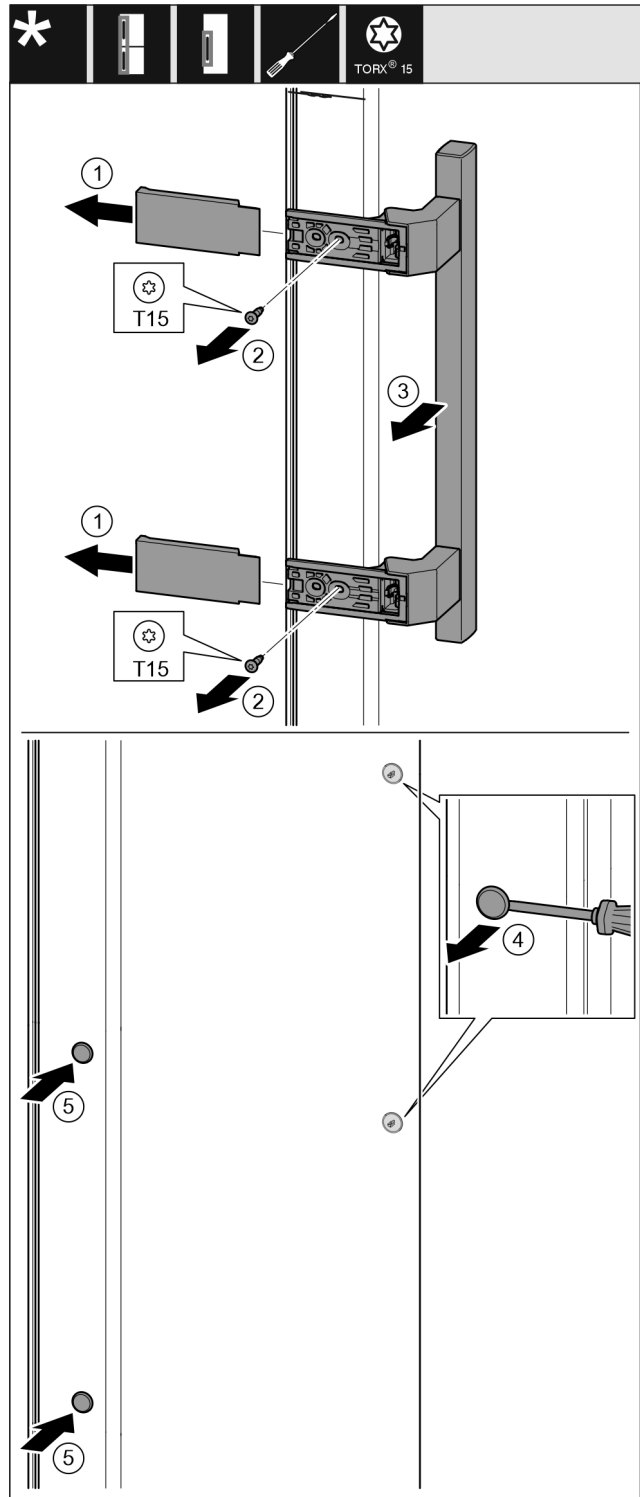

Fig. 14
- Trek de afdekking eraf. Fig. 14 (1)
- Draai de schroeven los met een Torx 15-schroevendraaier. Fig. 14 (2)
- Verwijder de handgreep. Fig. 14 (3)
- Til de zijplug voorzichtig op met een platte schroevendraaier en trek hem eruit. Fig. 14 (4)
- Plaats de stekker terug aan de andere kant. Fig. 14 (5)